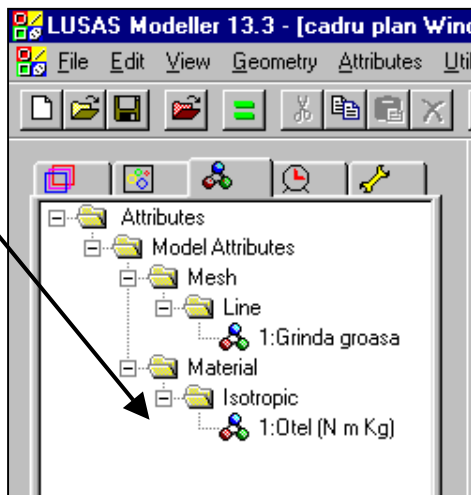

Fig. 18
- în fereastra din stânga, meniul **Treeview** (fig. 18) va fi afișat noul set de date definit